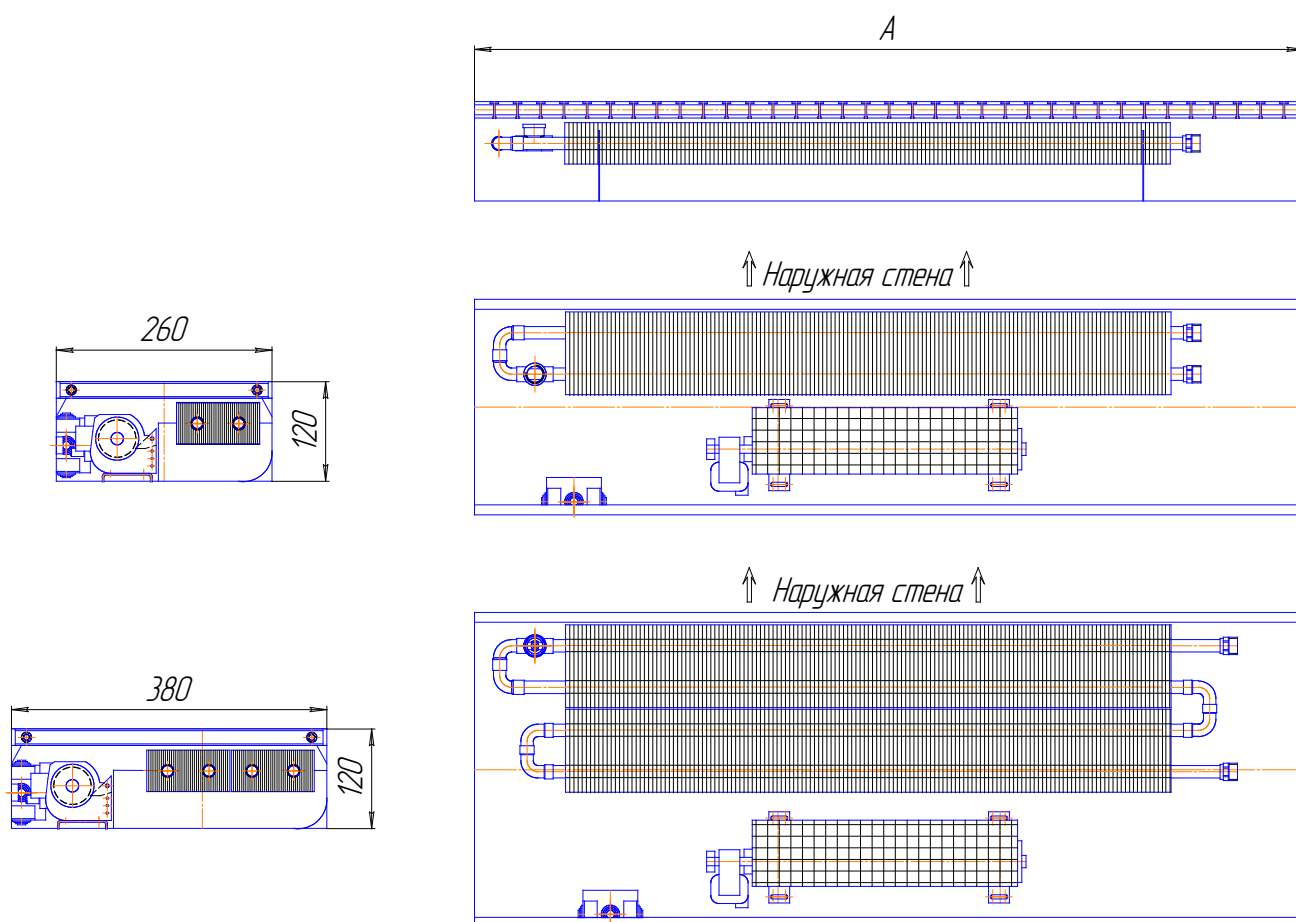

Рис.2 Конвектор «Бриз В» высотой 120 мм (принудительная конвекция).
- Конвекторы «Бриз В» с принудительной конвекцией, оснащенные вентиляторами для повышения теплоотдачи прибора (см.рис.2, 3).